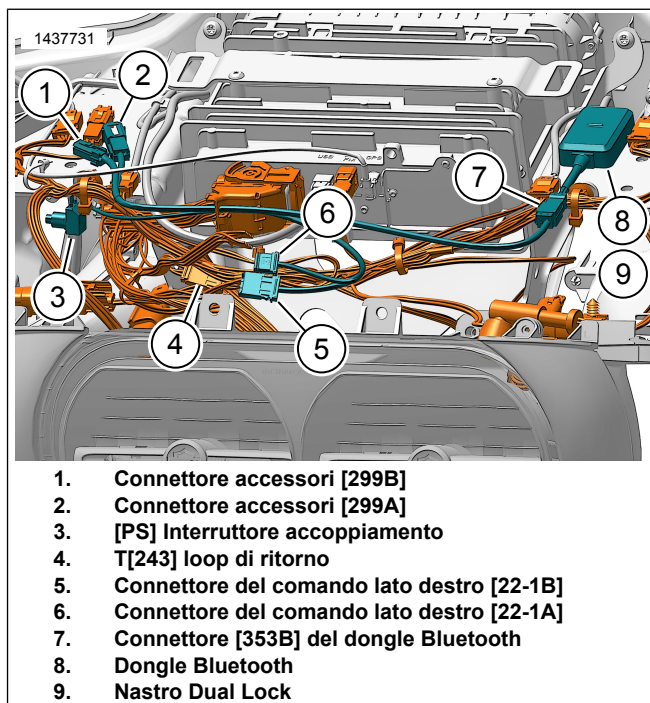

Figura 15. Cablaggio del Bluetooth dongle - montaggio su telaio (2014-2016 e successivi)
1. Vedere la figura 15. Installare e guidare il cablaggio del Bluetooth dongle sotto la carenatura.